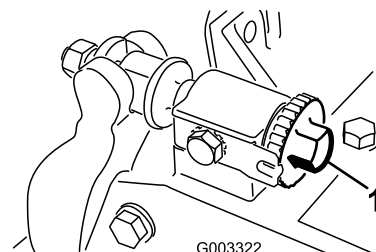

Figura 23
1. Reduzca el contacto entre el molinete y la contracuchilla girando los pomos de ajuste de la contracuchilla (Figura 23) en sentido antihorario hasta que no exista contacto alguno.